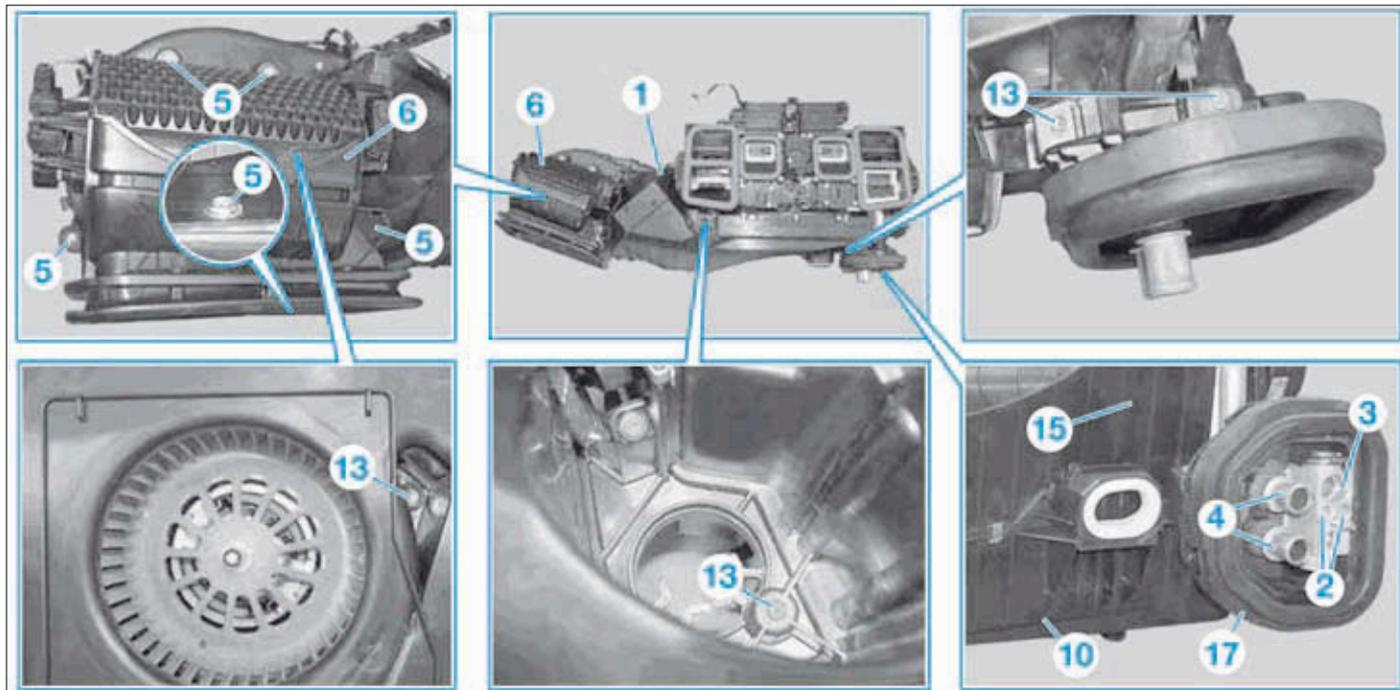
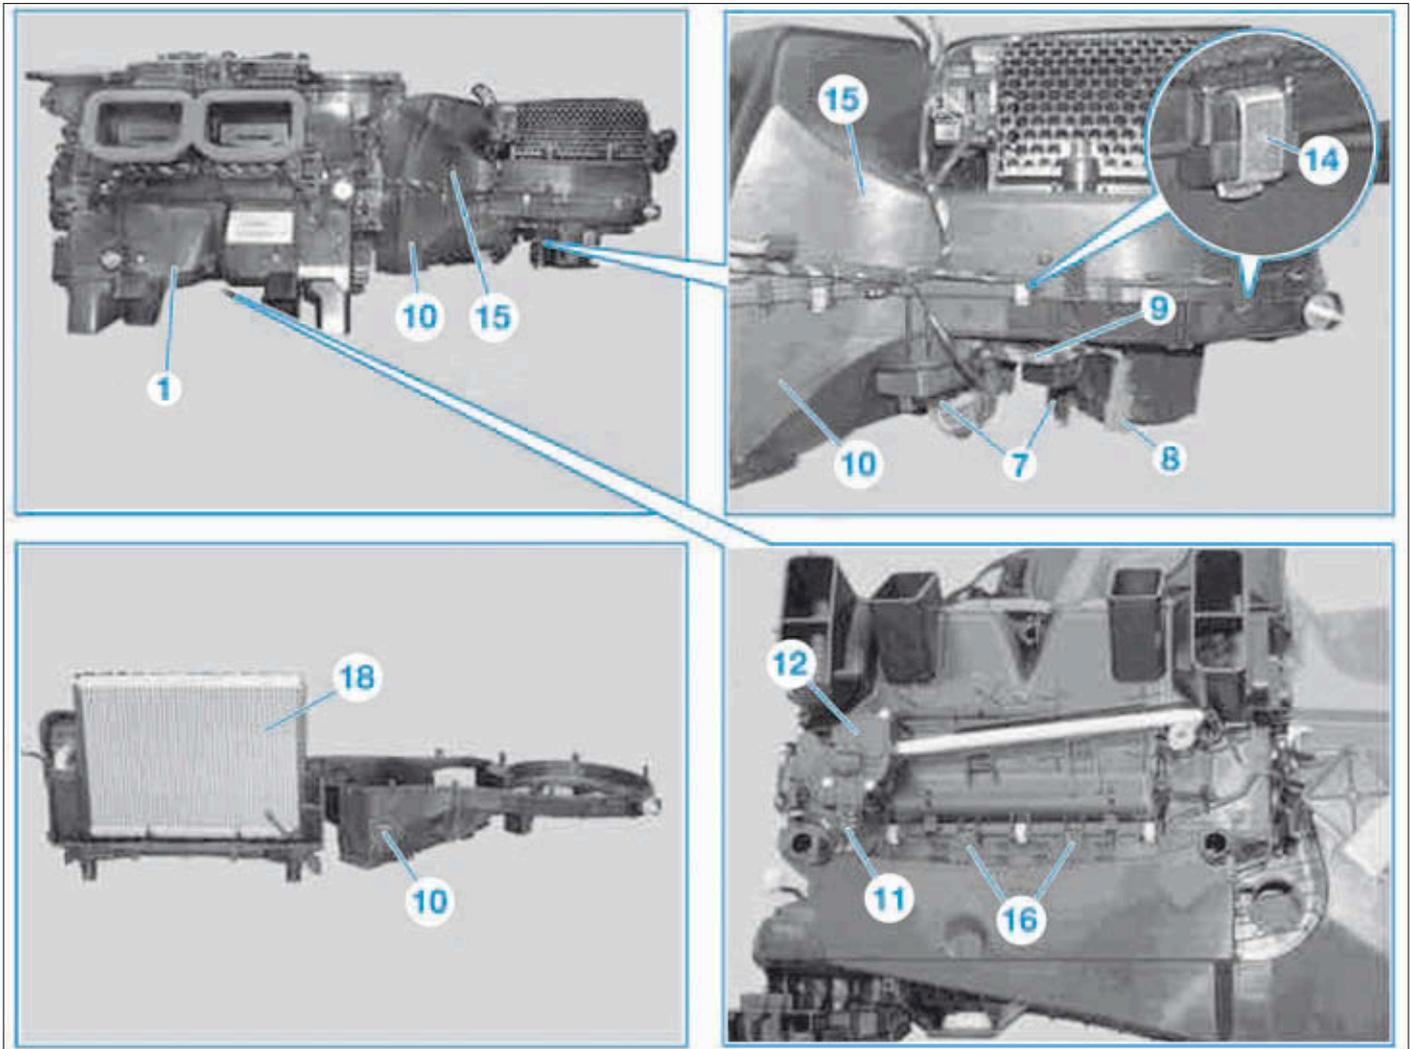

FIG. 16
FIG. 17
- Procéder à la dépose du bloc chauffage-climatisation (1) (voir opération concernée) (Fig.16).
- Déposer les vis (2).
- Déposer le détendeur (3) des canalisations (4).
- Déposer les vis (5) et mettre de côté le boîtier (6).
- Débrancher les connecteurs (7) et (8) (Fig.17).
- Défaire le faisceau électrique (9) du boîtier inférieur (10).
- Si équipé, débrancher le connecteur (11) du servomoteur du volet de mélange d'air (12).
- Déposer les vis (13) (Fig.16).
- Défaire les agrafes (14).
- Déboîter le boîtier inférieur (10) du boîtier supérieur (15).